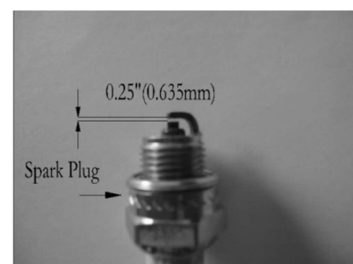

Fig.22
1. Pour retirer la bougie d'allumage(B) (Fig.22) en vue d'un nettoyage et du remplacement, il faut éteindre le moteur et attendre son refroidissement, puis desserrer la bougie à l'aide d'une clé spécifique. Vérifier l'état de la bougie, nettoyer ou remplacer si nécessaire.
2. Ecartement de l'électrode : = 025 in.(0.635mm) (Fig.22).
3. Nettoyer la bougie ou remettre une bougie neuve, monter la bougie avec l'écartement préconisé . (Fig.22)